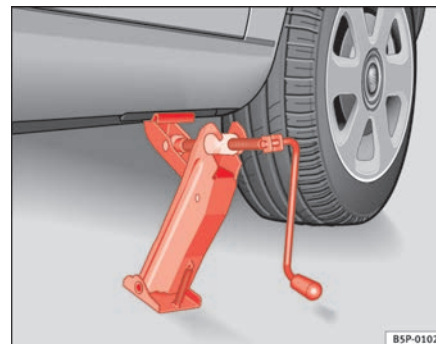

Abb. 172 Wagenheber
- Richten Sie den Wagenheber so aus, dass seine Klaue den Steg des Unterholms umfasst und die bewegliche Grundplatte plan auf dem Boden aufliegt ⇒ Seite 256, Abb. 172.